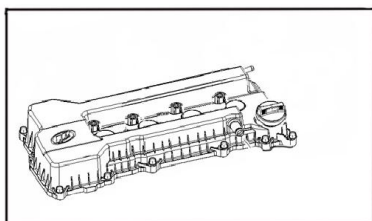

Рисунок II-62
6. Одеть крышку заливной горловины (см. Рисунок II-62).